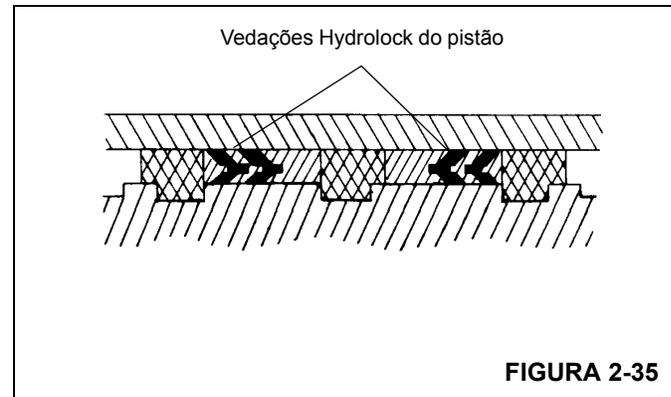

FIGURA 2-35
15. Instale as vedações Hydrolock no pistão (Figura 2-35).